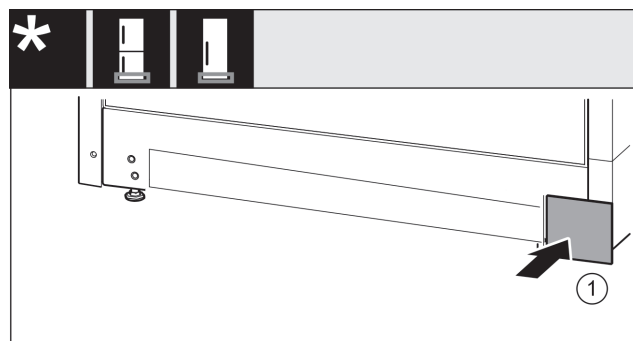

Fig. 26
- ▶ Poggiare nuovamente la copertura sull'altro lato. Fig. 26 (1)